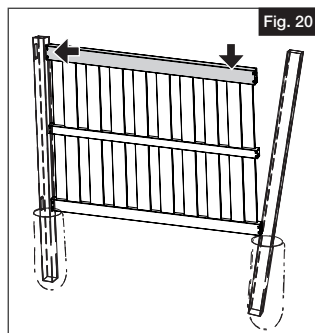

Fig. 20
- b. Insérer la traverse supérieure dans le trou toupillé au haut du premier poteau, puis placer la traverse sur le dessus des planches (Fig. 20)